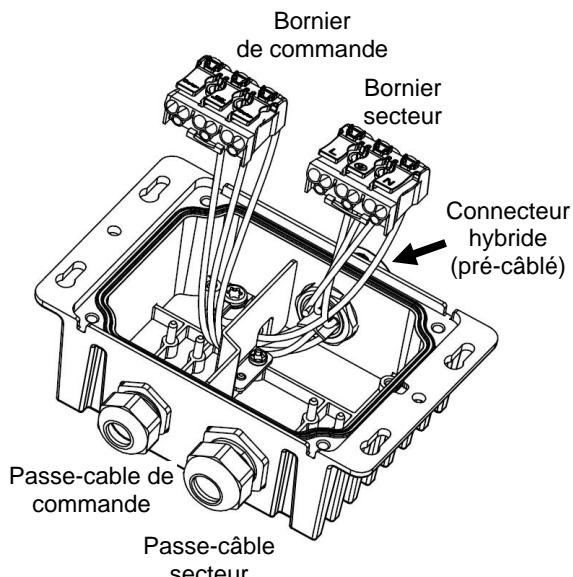

Figure 4. Connexion du boîtier
- Voir Figure 4. Dégagez les borniers de leur empreinte au fond de la boîte pour faciliter l'accès.